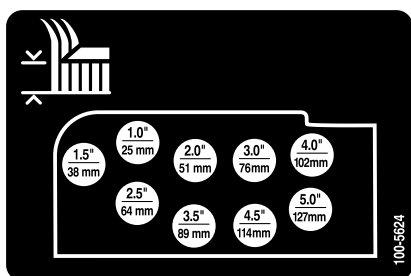

Figura 17
9. Monte las cadenas de altura de corte en el taladro de altura de corte deseado con el pasador y el pasador de horquilla (Figura 17).